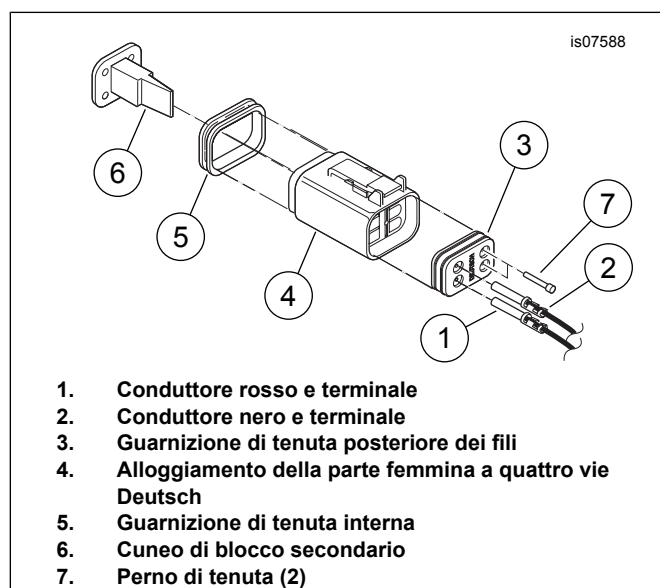

Figura 4. Inserire i terminali nella parte femmina Deutsch
4. Vedere la figura 4. Montare il connettore dello schienale riscaldato Deutsch. Vedere il manuale di manutenzione.